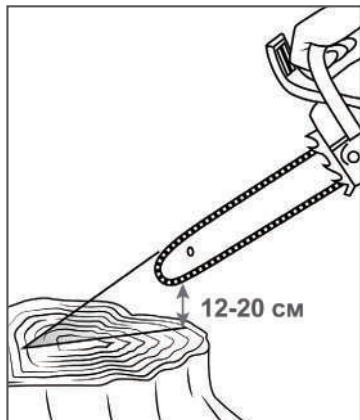

Рис. 12 Проверка подачи масла
- Нажмите на рычаг газа и дайте двигателю поработать примерно 10-15 секунд на средних оборотах. Под шиной должен остаться четкий след от масла (Рис. 12).